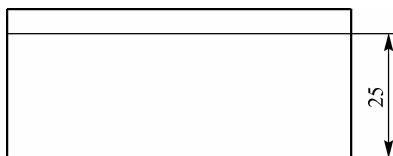

图 2-2 平面錾削工件划线
- (1)刃磨扁錾。
- (2)工件划线。按任务图完成工件划线,如图 2-2 所示。